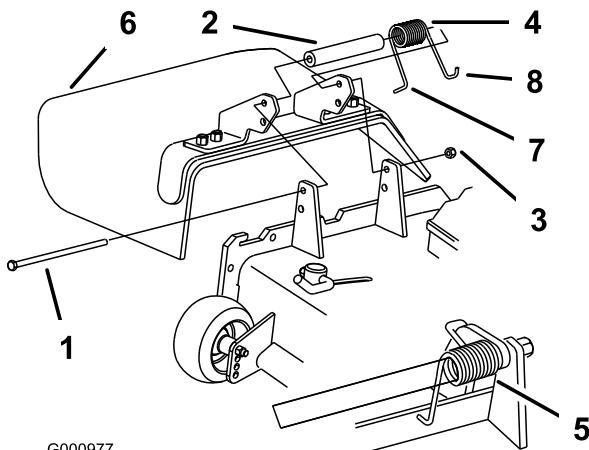

図 36
1. デフレクタをピボットブラケットに固定しているロックナット、ボルト、スプリング、スペーサを外す(**図 36**)。デフレクタを取り外す。
**注** ボルトを取り付ける前に、スプリングの L 字形フックが、**図 36** のようにデッキのエッジの後ろに取り付けられていることを確認してください。
3. ボルトとナットを取り付ける。スプリングの右側の J 字形フックを、デフレクタに引っ掛ける**図 36**。